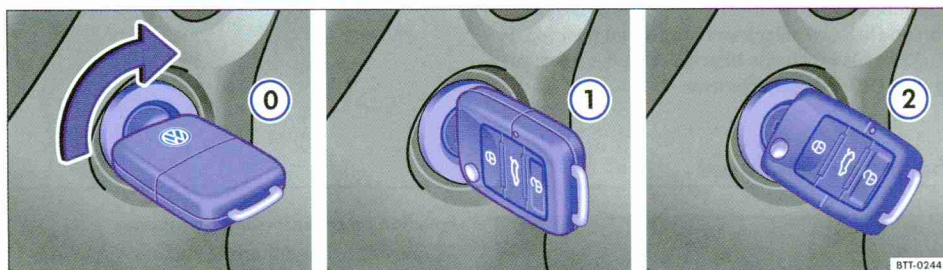

Fig. 116 Positions de la clé de contact
Clé de contact ⇒ fig. 116
3.	Uniquement sur les véhicules avec clé de contact et uniquement sur moteur diesel : Pour le préchauffage, tournez la clé de contact en position ⇒ page 169, fig. 116 ①. Le témoin de contrôle  s'allume dans le combiné d'instruments.
4a.	Véhicules avec clé de contact : Tournez la clé de contact en position ⇒ page 169, fig. 116 ② – N'accélérez pas.